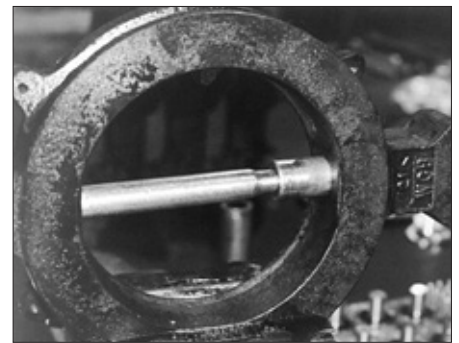

Figure 6 - Le coussinet de l'arbre affleure avec la surface du passage.
4. Frapper sur l'outil avec un marteau pour continuer l'insertion du coussinet de l'arbre jusqu'à ce qu'il soit à fleur du passage du corps. (voir la Figure 6)